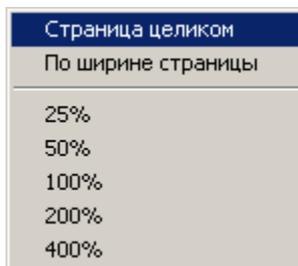

Рисунок 93 – Меню выбора масштаба
- масштаб (Alt+Z) – выпадающее меню (рисунок 93) с возможностью выбора масштаба отображения страницы на экране,